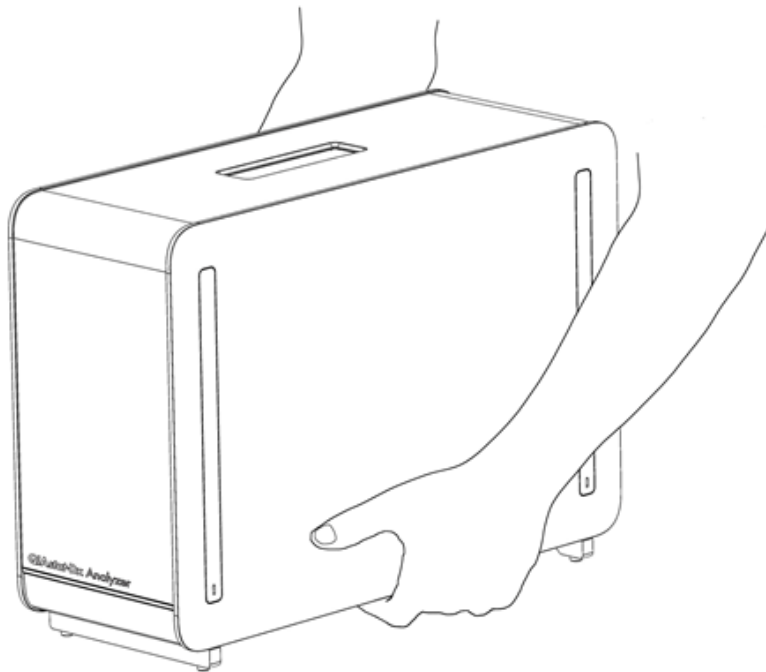

Abbildung 14. Richtige Handhabung des Analysemoduls.
**Hinweis:** Halten Sie das Analysemodul beim Heben und Transportieren mit beiden Händen unten fest, wie in Abbildung 14 gezeigt.